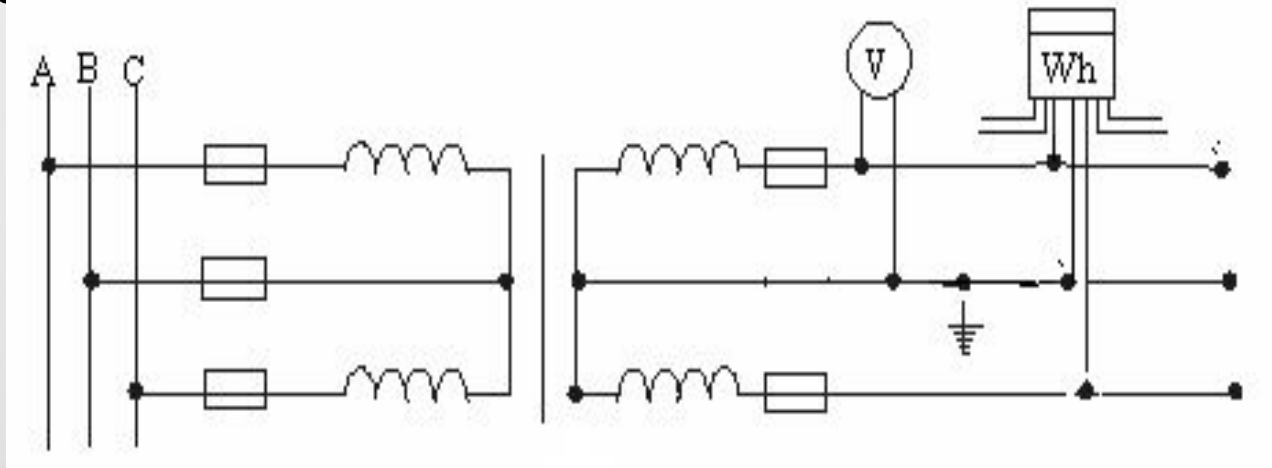

Рис.4
- В тех случаях, когда основную нагрузку ТН составляют счетчики и ваттметры целесообразна схема из двух однофазных ТН, включенных в неполный (открытый) треугольник (рис.4). Эта схема применяется при необходимости